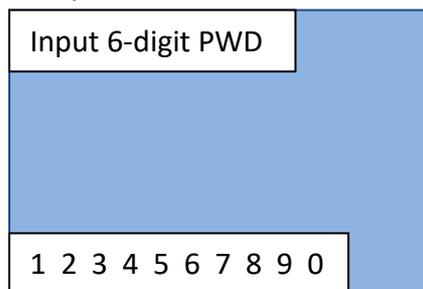

Figure 21 - Page de sélection du mot de passe
- 3) Affichage de la page indiqué à la Figure 21 ; utiliser les touches Avant, Retour et Confirmer/Entrée pour écrire le mot de passe. Mot de passe : 123456